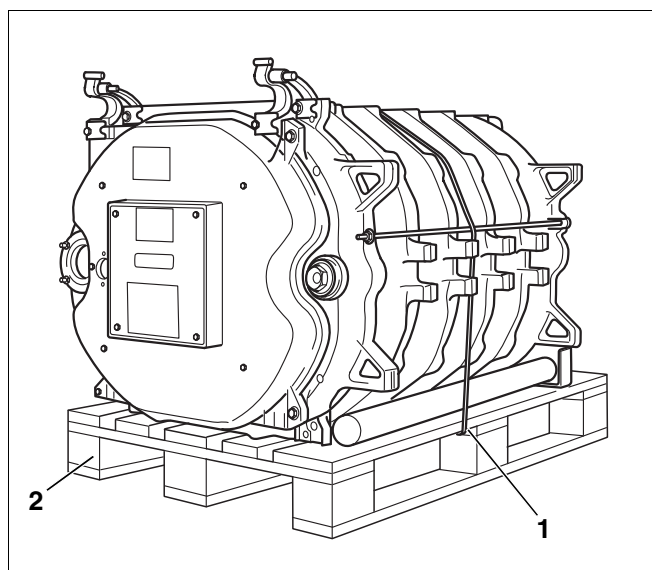

Fig. 18 Bloc chaudière sur palette
- Couper le ruban de sécurité (fig. 18, [1]).
- Retirer la palette avant la mise en place (fig. 18, [2]).